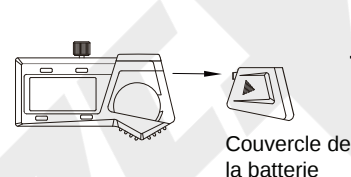

Fig.1
- Retirer le couvercle de la batterie (Fig.1).